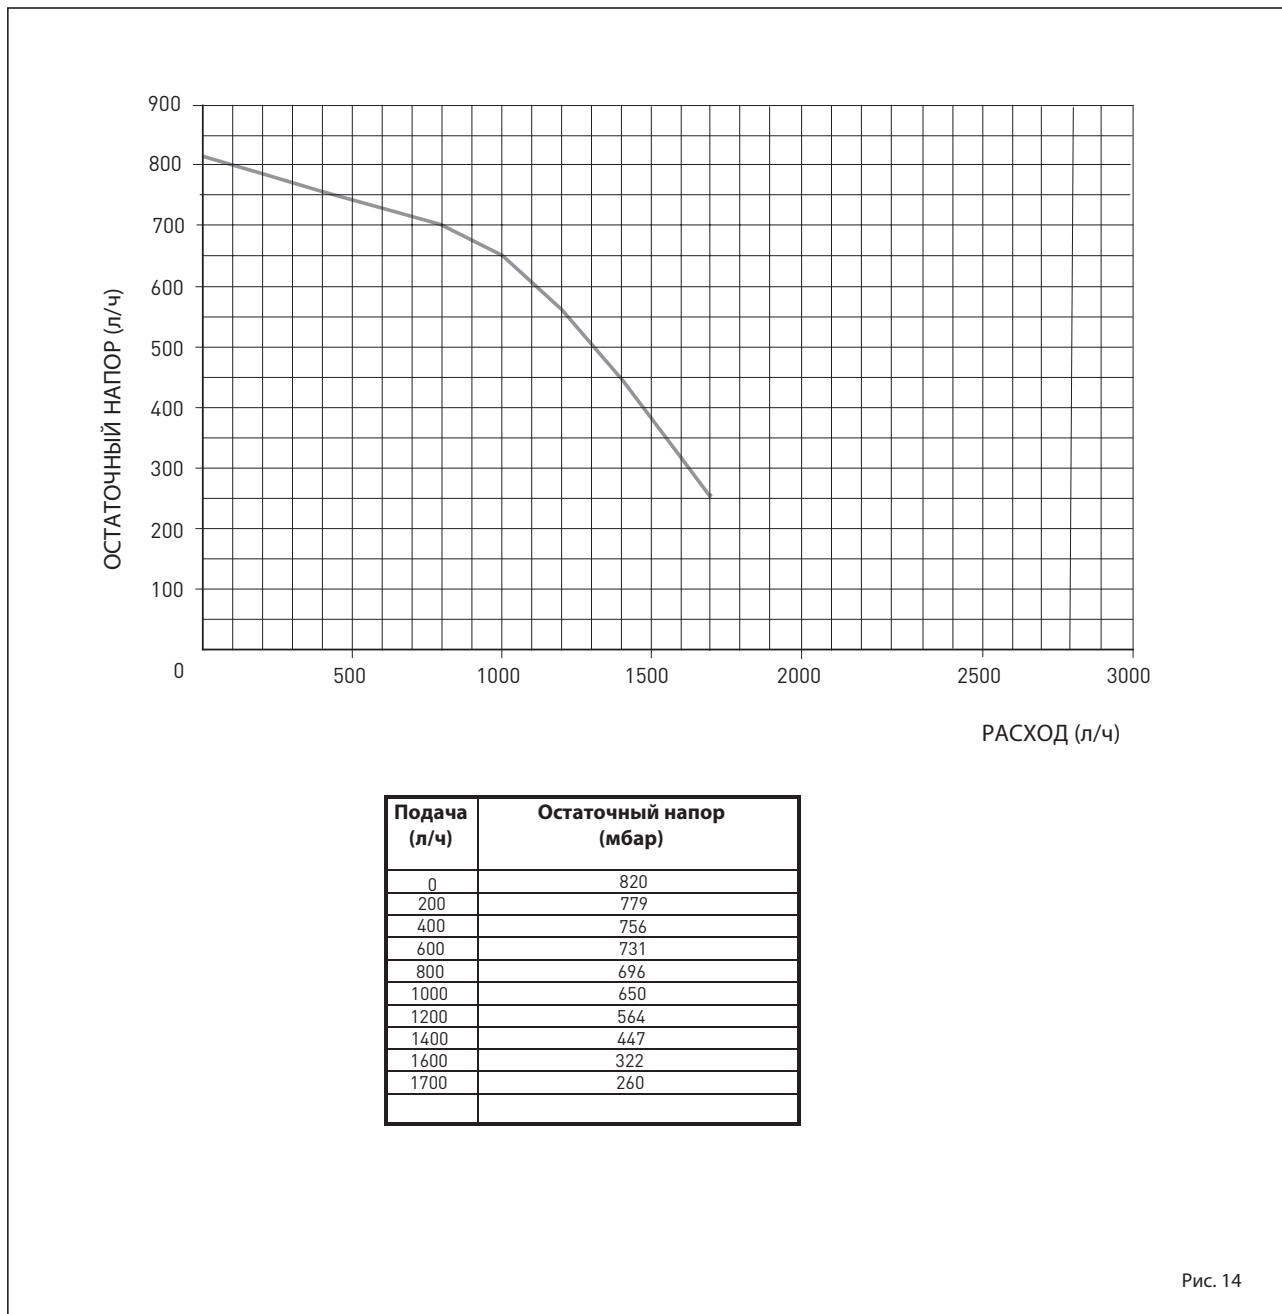

Рис. 14
3.8 ИМЕЮЩИЙСЯ НАПОР (рис. 14)
Остаточный напор для нагревательной установки представлен, на основании расхода, графиком на рис. 14. Скорость модуляционного насоса задана